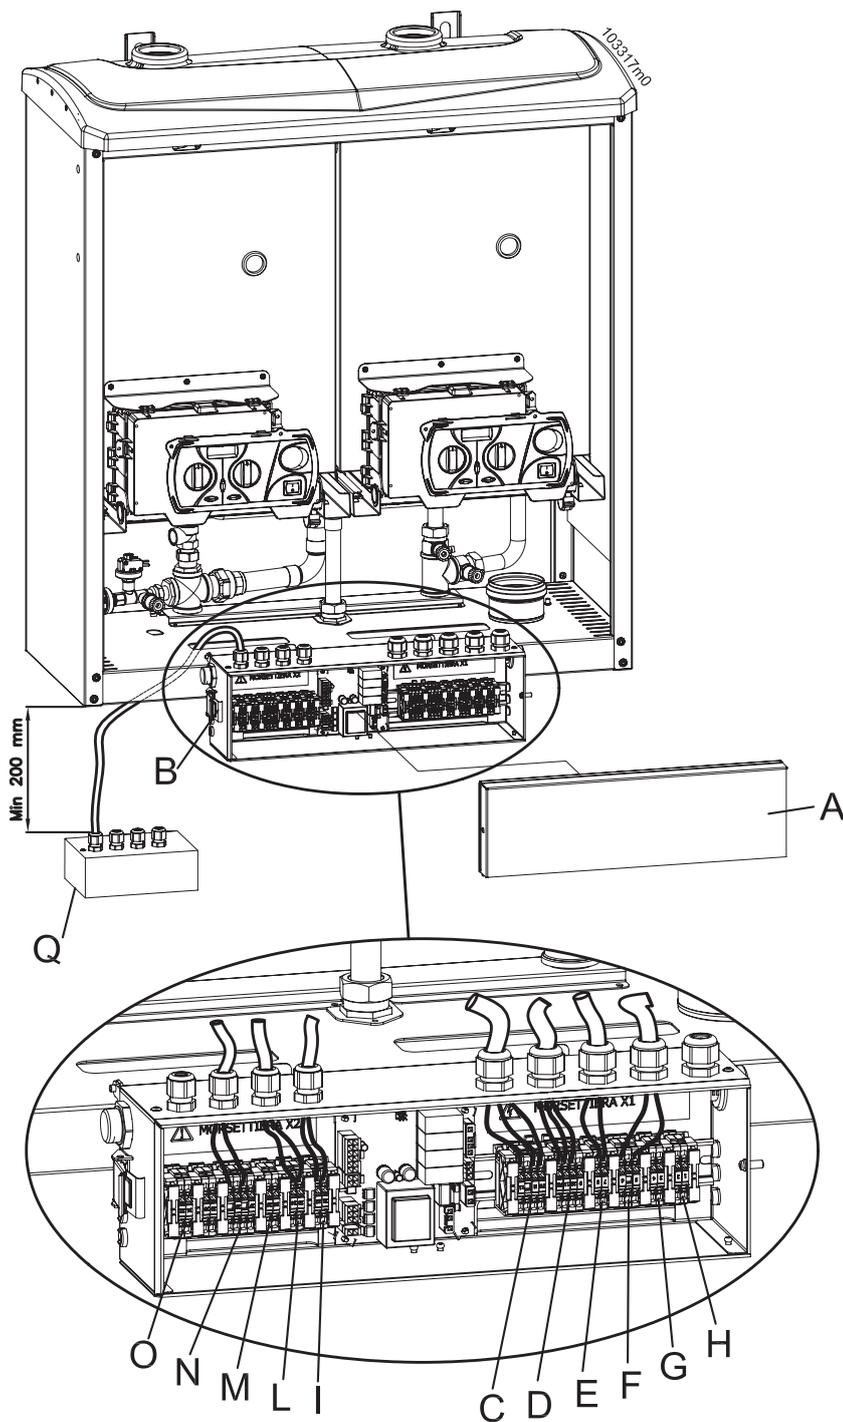

Figura 16 - Collegamenti elettrici
ATTENZIONE !!! Per permettere l'apertura del pannello portastrumenti tenere i cavi almeno 200 mm più lunghi di quanto serve per effettuare il collegamento come evidenzia il particolare "Q" di figura 16.
Per l'allacciamento del cavo di alimentazione elettrica, procedere come di seguito (fare riferimento alla figura 16):
- posare il cavo di alimentazione "C" come illustrato nella figura 16;
Per l'allacciamento del cavo del termostato ambiente, procedere come di seguito (fare riferimento alle figura 16):
- collegare i 2 capi del cavo ai morsetti "TA" (vedi figura 16).
- collegare il cavo bipolare ai morsetti "L" di cui in figura 16;
Il comando remoto 62101051, è un dispositivo in grado di remotare i comandi di regolazione del riscaldamento e del sanitario dell'elemento termico MASTER. **Una volta che il comando remoto è collegato, tutte le operazioni di regolazione della temperatura del riscaldamento e regolazione della temperatura del sanitario, dovranno essere eseguite direttamente sullo stesso, come da capitolo 7.4.** Per l'allacciamento del cavo del comando remoto, procedere come di seguito (fare riferimento alle figura 16):
- collegare i 2 capi del cavo ai morsetti "27" e "28" della morsettiera X2 (vedi figura 16 particolare "N").
Per una migliore gestione e sfruttamento razionale dell'energia, il modulo termico Combicens può essere comandato da qualsiasi termoregolatore esterno (vedi fig. 10 particolare "10") che abbia una uscita analogica 0-10Vdc. Collegando tale uscita ai morsetti "31" e "32" della morsettiera X2 di cui in figura 16, particolare "O" (rispettare la polarità), il modulo termico Combicens si autoregola in funzione della richiesta generata dal termoregolatore.